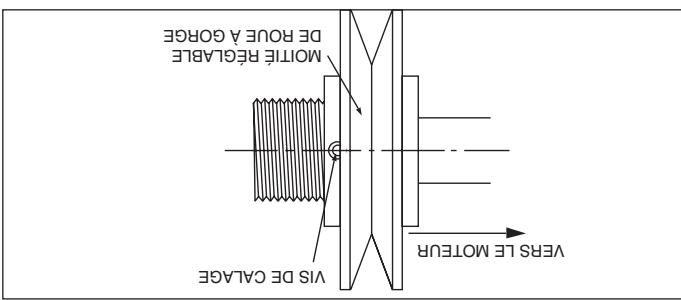

Figure 20.2 - Réglage de la roue à gorge du moteur
4. Pour réduire le régime de la soufflante, tournez l'extérieur de la route à réglage (Figure 20.2).